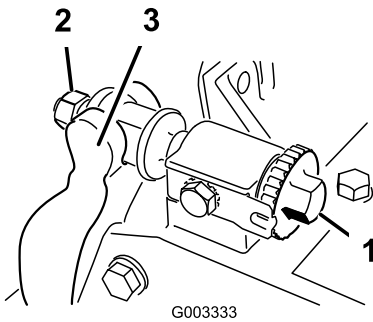

Figura 61
1. Rode o parafuso de ajuste da barra de apoio no sentido contrário ao dos ponteiros do relógio, para afastar a lâmina de corte do cilindro (Figura 61).